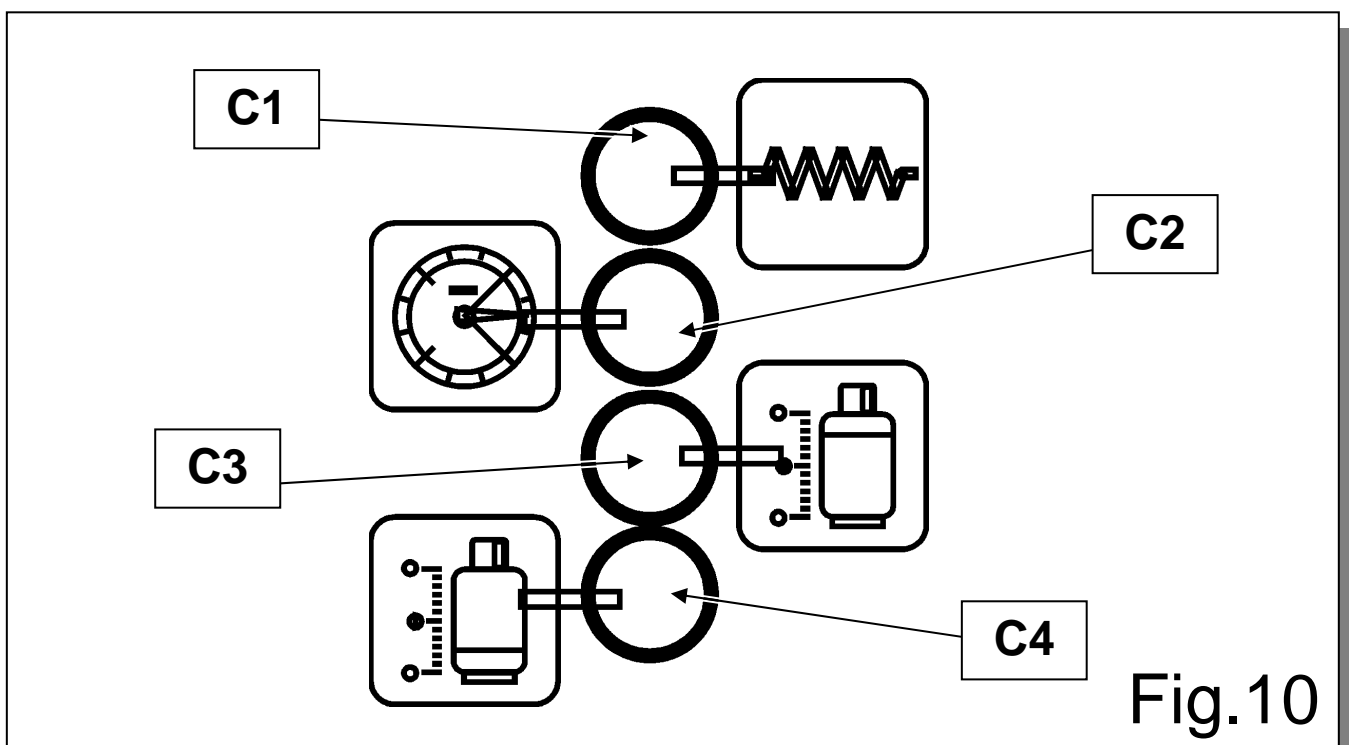

Fig.10
Esta operação deve ser efectuada quando o nível do óleo descer abaixo da metade do indicador (4) (Ver fig. 10). OBS.: para controlar correctamente o nível do óleo é aconselhável que a bomba funcione no mínimo durante 1 minuto , (realizando uma operação de vácuo na tubulação durante 1 minuto) para que o óleo se fluidifique. Quando a bomba parar, controlar o nível. Para acrescentar o óleo seguir, na ordem, as seguintes operações: Desconectar a *MÁQUINA* da rede de alimentação eléctrica. Desenroscar completamente a tampa do óleo (2). O óleo deverá ser introduzido através do orifício onde encontrava-se a tampa do óleo (2). Introduzir o óleo pouco a pouco, esperando que o nível aumente. Parar quando o nível do óleo tiver ultrapassado de aproximadamente ½ cm a marca vermelha do indicador (4). Fechar de novo a tampa do óleo (2) e serra-la.